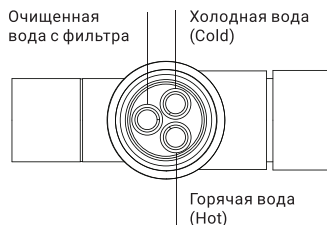

Рис. 2
5. Подключите гибкие подводки (И) к точкам подключения холодной (COLD), горячей (HOT) и очищенной воды в корпусе смесителя (рис. 2). Обратные концы гибких подводок идущих от точек подключения холодной (COLD) и горячей (HOT) воды, подключите к магистралям ХВС и ГВС.